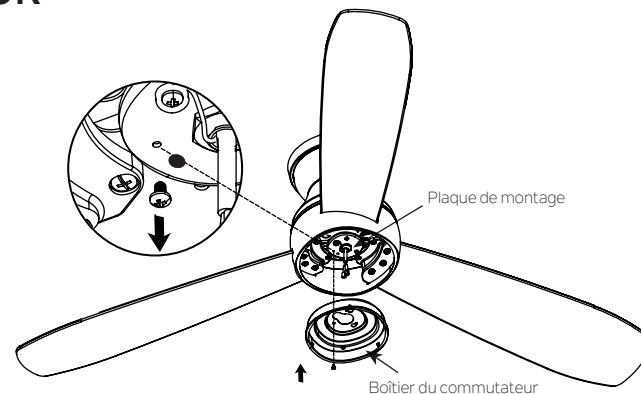

Fig. 14
Étape 1 : Récupérez la vis marquée d'un point sur la plaque de montage et sauvegardez pour une utilisation ultérieure, et desserrez légèrement les deux autres vis. Fixez le boîtier de l'interrupteur à la plaque de montage à l'aide des deux fentes pour clés dans le boîtier du commutateur. Remplacez la vis précédemment retirée et serrez fermement les 3 vis. (Fig.14)